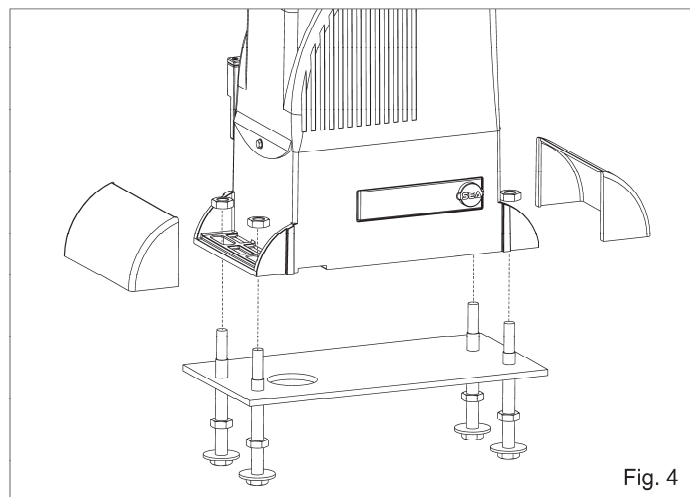

Fig. 4
4.1. 将电机固定在底板上，按（图2）的尺寸调整电机的位置和高度（图4 - 5）。